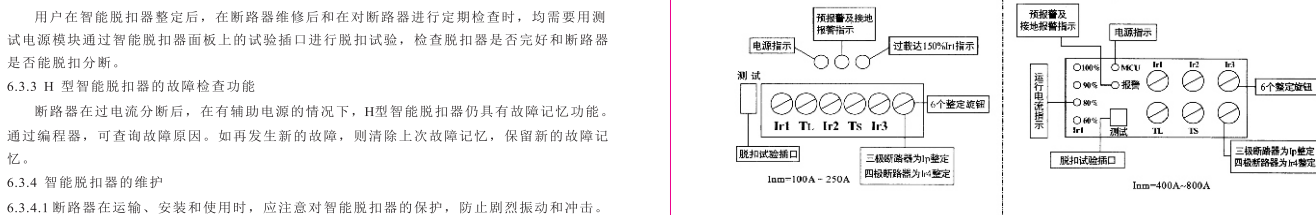

图1 M型智能脱扣器的面板布置
打开M型智能脱扣器的面板保护盖，用一字小改锥转动六个整定旋钮（见图1），按照该断路器负载的过电流保护要求进行各参数的整定。
6.1.2 M型智能脱扣器的面板布置见图1。